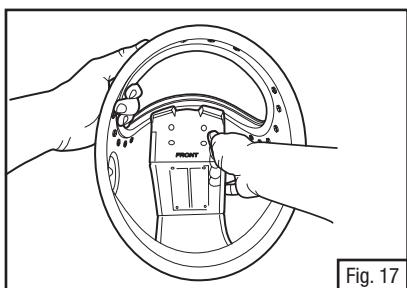

Fig. 17
3. Dobre a porção frontal da guia para colocar as duas guias plásticas sob a junta. Verifique o alinhamento outra vez e ajuste se necessário. Empurre no lugar (Fig. 17).